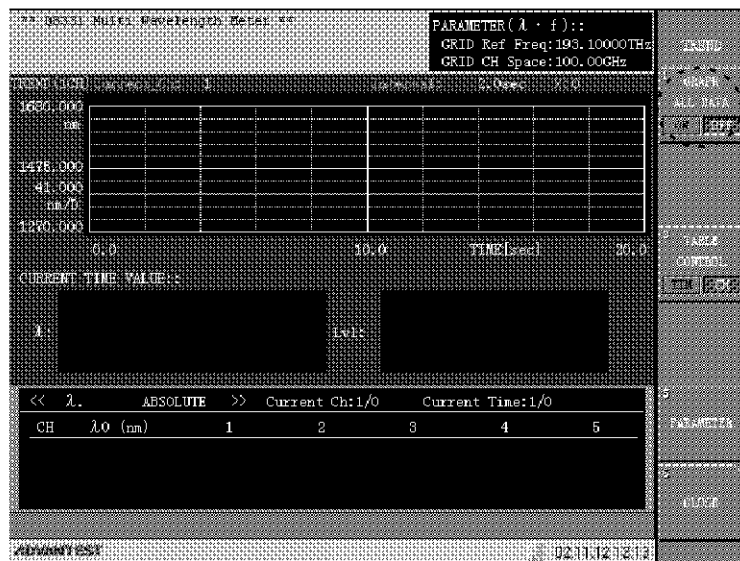

図 2-52 トレンド測定画面 (GRAPH ALL DATA OFF)
- リストおよび設定チャンネルのグラフ、最新測定データ表示 (図 2-52 参照)